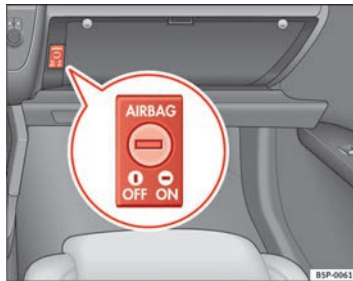

Abb. 26 Im Handschuhfach: Schüsselschalter zum Ein- und Abschalten des Beifahrer-Airbags
- Drehen Sie mit dem Zündschlüssel den Schüsselschalter im Handschuhfach in die Position **OFF** ⇒ Abb. 26.
- Drehen Sie mit dem Zündschlüssel den Schüsselschalter im Handschuhfach in die Position **ON** ⇒ Abb. 26. ▶